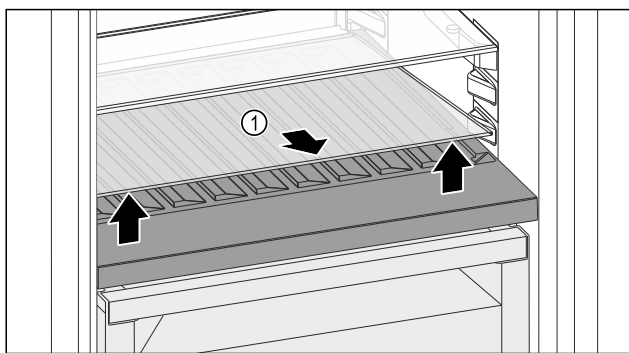

Fig. 109
- Glasplaat Fig. 109 (1) bij de uitsparing aan de voorzijde optillen en verwijderen.
- Glasplaat Fig. 109 (1) goed bewaren buiten het apparaat.